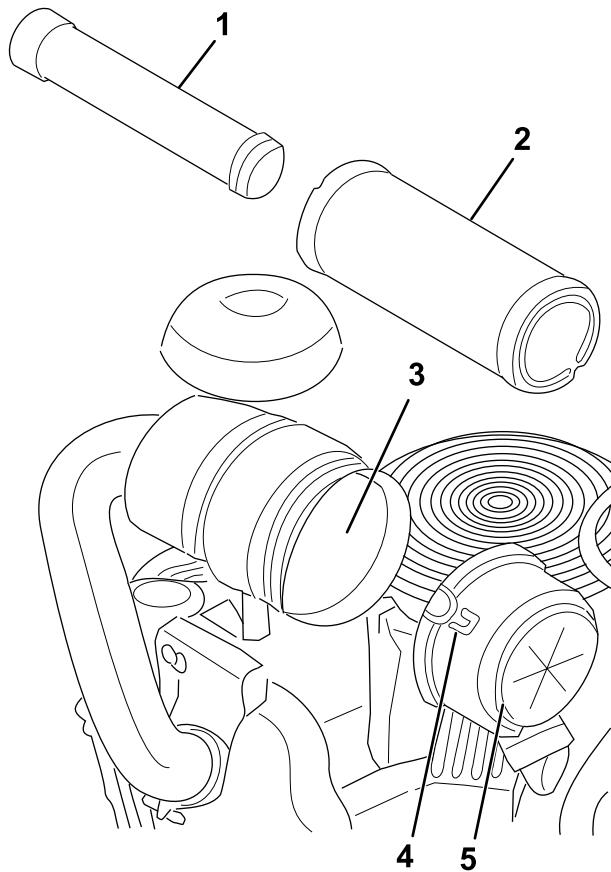

Figura 35
3. Abra los cierres del limpiador de aire y tire de la tapa de la entrada de aire para separarla del cuerpo del limpiador de aire (Figura 35).
5. Extraiga con cuidado el filtro primario de la carcasa del limpiador de aire (Figura 35).
2. Si va a cambiar el filtro interno, deslícelo cuidadosamente en el cuerpo del filtro (Figura 35).
3. Deslice cuidadosamente el filtro primario por encima del filtro de seguridad (Figura 35).
4. Instale la tapa del limpiador de aire y fije los cierres (Figura 35).